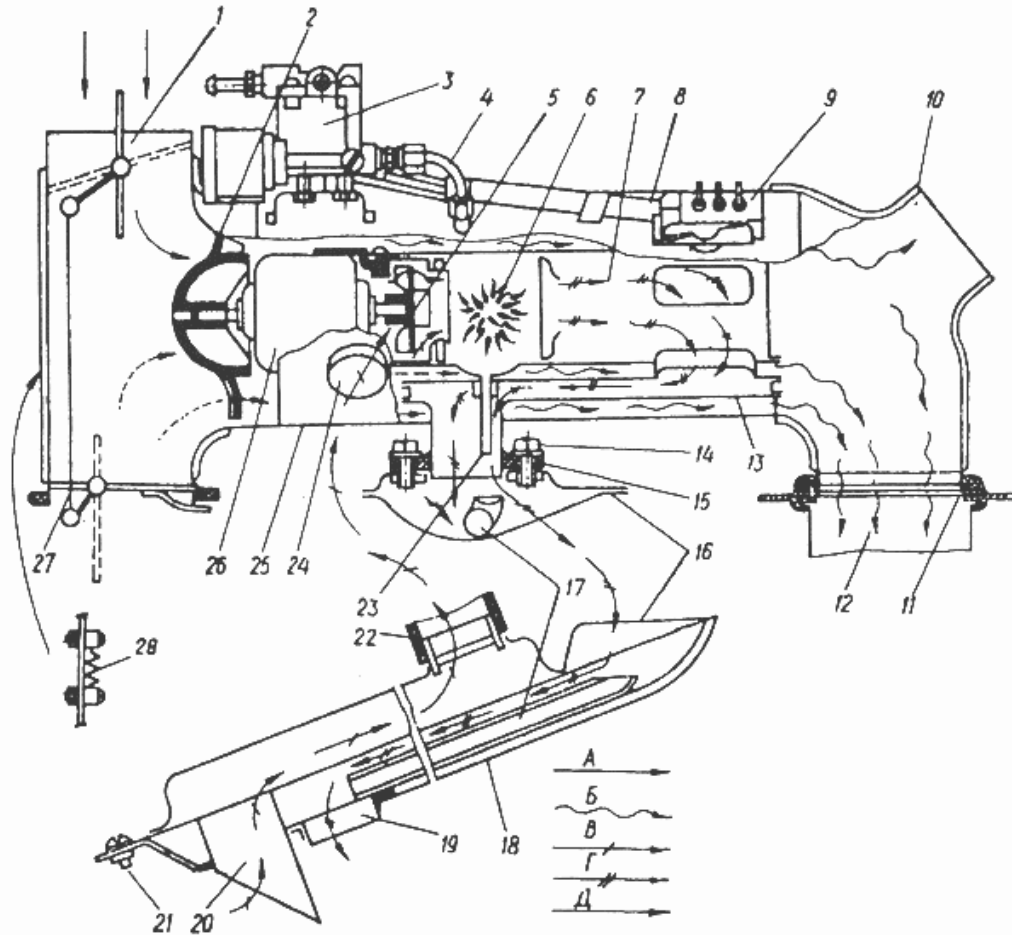

Рис. 350. Отопитель:
**Отопитель** состоит (рис. 350) из цилиндрического теплообменника совместно с жаровой трубой, образующей камеру горения и камеру догорания. В ходовой части трубы закреплен корпус узла нагнетания воздуха в сборе с диффузором и электродвигателем. На концах вала электродвигателя посажены две крыльчатки — осевого вентилятора и центробежного нагнетателя.